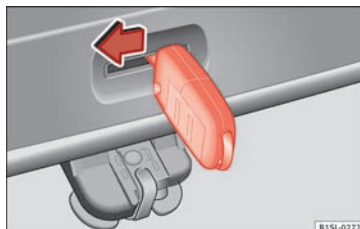

Fig. 140 Fra bagagerummet: nødoplåsning af bagklap
- Sæt nøglekammen ind i åbningen i bagklappen **» Fig. 140**, og tryk udløserarmen i pilens retning for at låse bagklappen op.